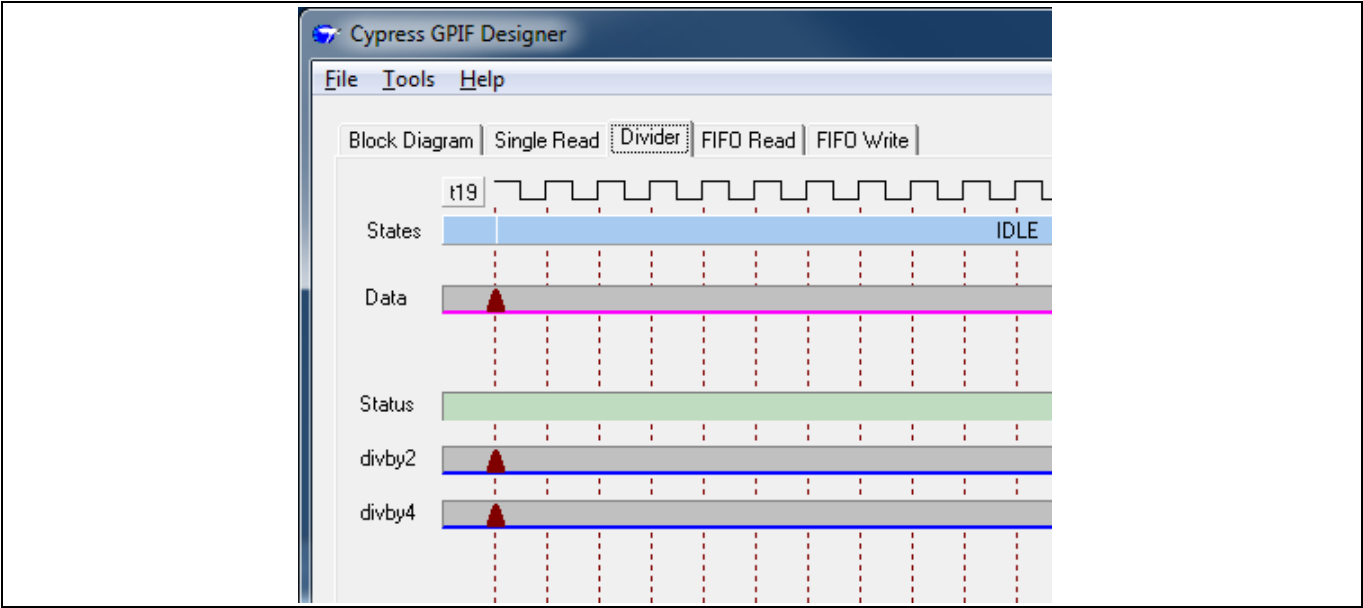

Figure 15 空白波形编辑器界面
8. 选择 **Single Write** 选项卡，以进行绘制两个波形。右击该选项卡的名称，选择 **Select Tab Label**，并将其重新命名为 **Divider**。您会看到一个空白波形的编辑界面，如 **Figure 15** 所示。